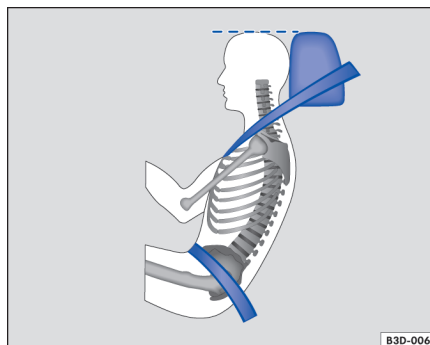

Fig. 14 Posiciones correctas del cinturón de seguridad y del apoyacabezas, vistas lateralmente
- La banda inferior del cinturón de seguridad, debe ser colocada sobre la región pélvica y nunca sobre el abdomen. El cinturón de seguridad debe estar bien ajustado a la región pélvica del pasajero ⇒ fig. 14. Si es necesario, reajuste la banda del cinturón de seguridad.